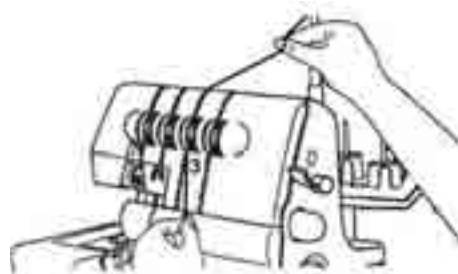

Fig. 17
4. Hold tråden fast med fingrene, og før den ind mellem skiverne i trådspændingsvælgeren 16, og træk den så ned (3) (fig. 17).